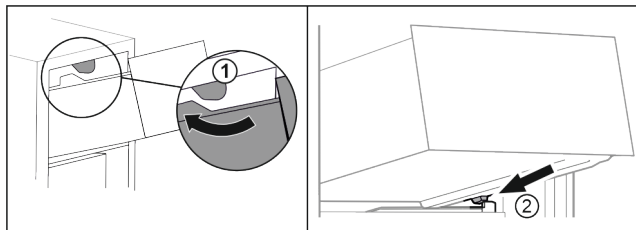

Fig. 132
- Vezesse el a fiókot a felső ütközők körül. Fig. 132 (1)
- Helyezze a fiókot ferdén az alsó ütközők mögé, a tartó bordára. Fig. 132 (2)